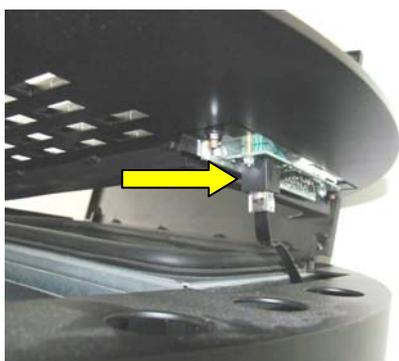

Fig. 24 : raccordement panneau de commande
2. Soulever le couvercle de l'appareil vers le haut. Desserrer le câble du panneau de commande (le câble est clipsé, voir Fig. 24)